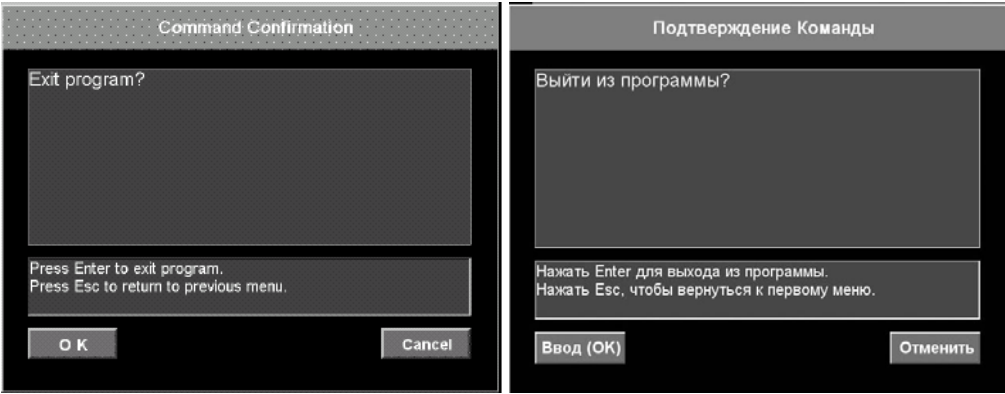

Рис. 129
2. Щелкнуть **ОК** или нажать клавишу Enter клавиатуры, чтобы выйти из программы. Чтобы отменять выход из программы, щелкните **Отмена(Cancel)** или нажмите клавишу Esc клавиатуры. (Рис. 129)